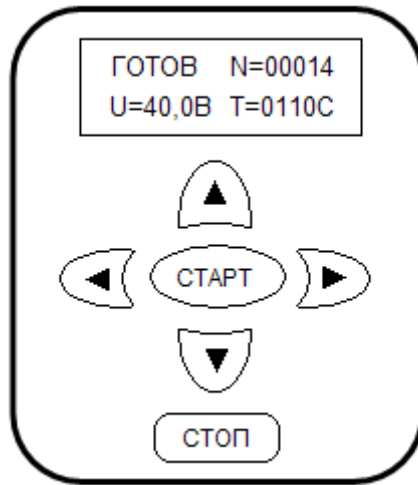

Рис. 3.
При включении аппарата в сеть, запускается ОСНОВНОЙ ПУНКТ меню, пример приведен на рис. 3. На экран дисплея при этом выводится: надпись ГОТОВ, номер следующего стыка (N) напряжение (U) и время (T) сварки.